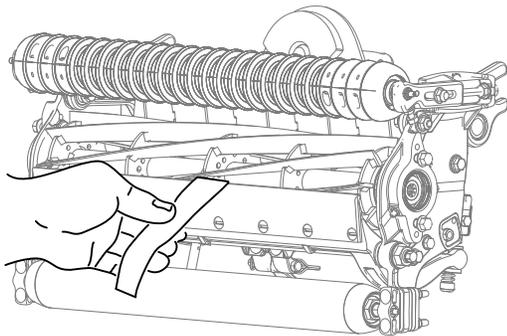

图20
2. 在滚刀与底刀间插入一长条剪切性能纸 Toro 零件号 125-5610 纸要与底刀垂直检测剪切性能 图20。缓慢向前旋转滚刀滚刀应剪切检测纸。